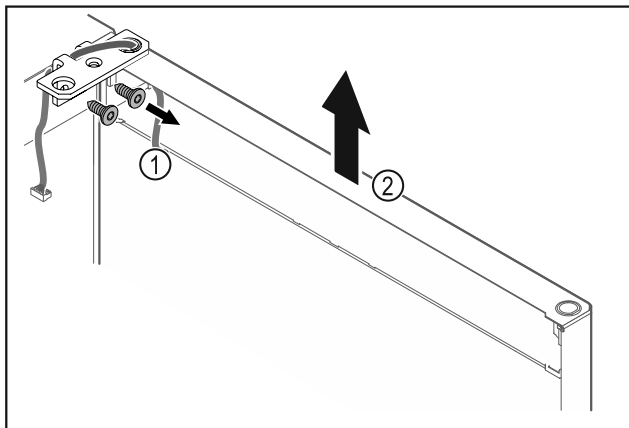

Fig. 25
- ▶ Развийте ъгъла на пантата Fig. 25 (1).
- ▶ Повдигнете вратата заедно с ъгъла на пантата Fig. 25 (2) приблизително 200 mm право нагоре и я свалете.